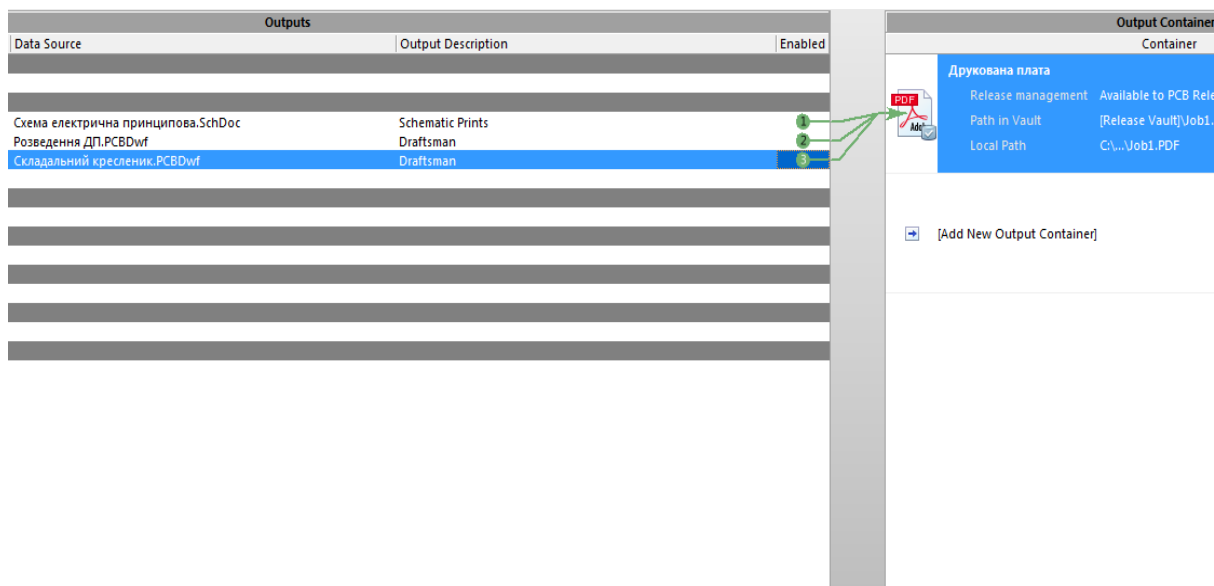

Рис. 7.3
10) Введіть назву документу **Друкована плата** і прив'яжіть до нього кресленики, натиснувши на біле коло в стовпці **enabled** біля їх назви у розділі **Outputs** (Рис.7.3).